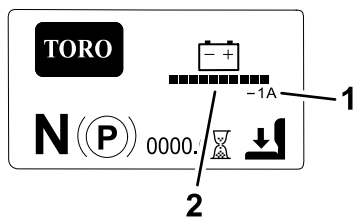

Figura 19
- **Ecrã de informação principal (Figura 19):** mostra a informação atual da máquina enquanto a chave está na posição LIGAR. Este ecrã mostra o nível de carga e a amperagem do sistema de baterias.